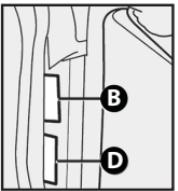

fig. 3
**F** - El número de chasis se encuentra grabado en la carrocería, en el lado derecho en el zócalo, en el solero interno de la puerta debajo de la guarnición **fig. 3**.